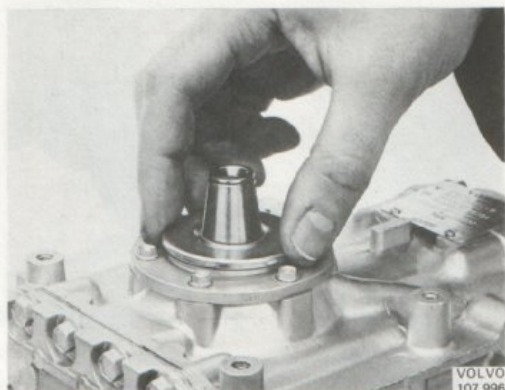

Bild 53. Montering dammskyddsbricka (endast kompressor A 209)
10. I tätningssatsen till kompressor A 209 medföljer en dammskyddsbricka. Brickan behöver endast tryckas fast på axeln med fingrarna (bild 53). Den skjuts in på axeln i rätt läge när kopplingen monteras.